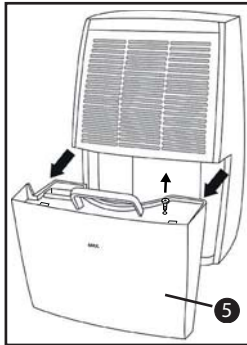

Abb. 5
- ◆ Ziehen Sie den Wassertank **5** aus dem Gerät und entnehmen Sie den Stopfen, der sich im Deckel des Wassertanks **5** befindet (siehe Abbildung 5).